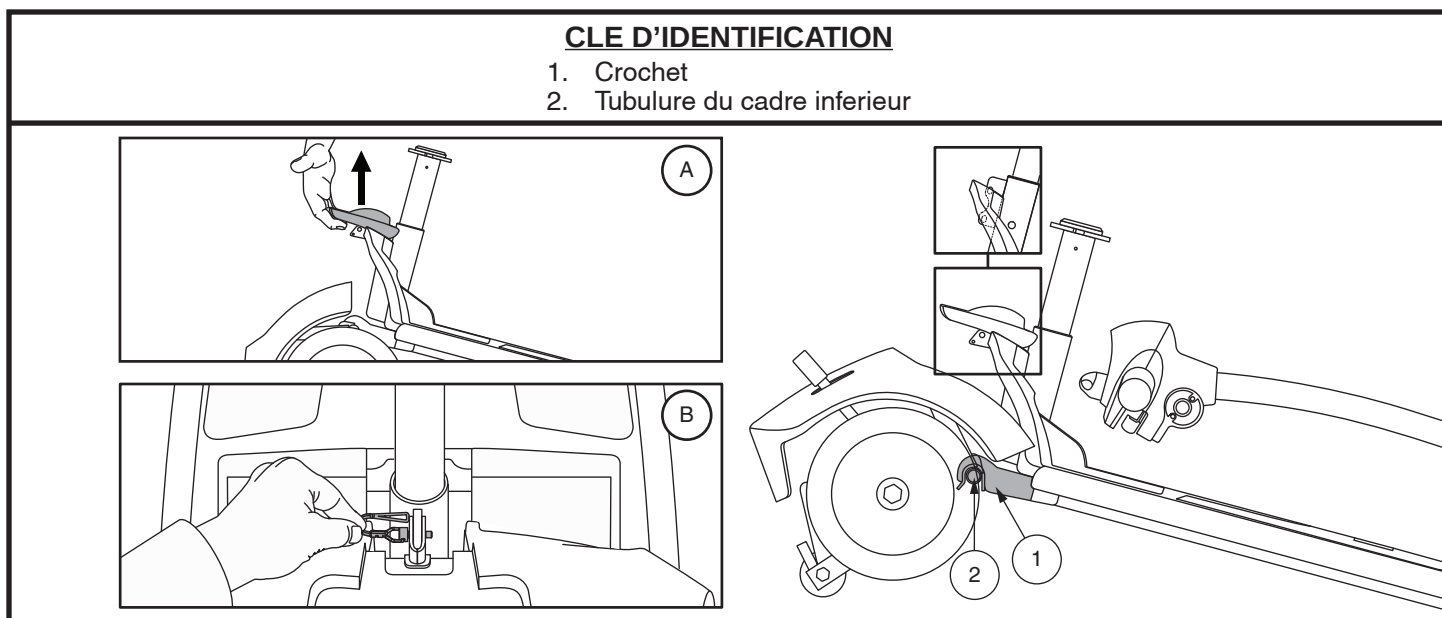

Figure 37. Levier de blocage du cadre (Style A) et Libérez la goupille de verrouillage de blocage du châssis (Style B)
4. Séparez doucement les sections du Travel Scooter. **Voir la figure 37.**
NOTE: Avant de débiter l'assemblage, basculez légèrement la section arrière du Travel Scooter vers ses rolettes antibasculer tel que montré dans la figure 37.
1. Soulevez la section avant par le levier de blocage (ou le mât du siège sur les modèles 29, 36, 336, 83, et 84) et alignez les crochets avec la tubulure de la section arrière. **Voir la figure 37.**
2. Une fois que les crochets du châssis sont sur le tube inférieur du châssis, abaissez la section inférieure avant et faites pivoter la section arrière simultanément. Ceci engagera le verrouillage du châssis automatiquement pour les modèles AAP4, 39, 40, 44, 40LX, 40X, 44X, 40E, 402E, 44E, 442E, 443E, 443EMS, 44LX, 49, 493, 50LX, 50LXLIT, 53, 53HD, 54, 54LX, 54LXLIT, 54ALX, 54HD, 66, 67, 73, 74, et Jazzy ZTS. Pour les modèles 29, 36, 336, 83, et 84, vous aurez besoin de réinstaller la goupille de verrouillage du châssis pour terminer l'assemblage du corps. **Voir la figure 37.**